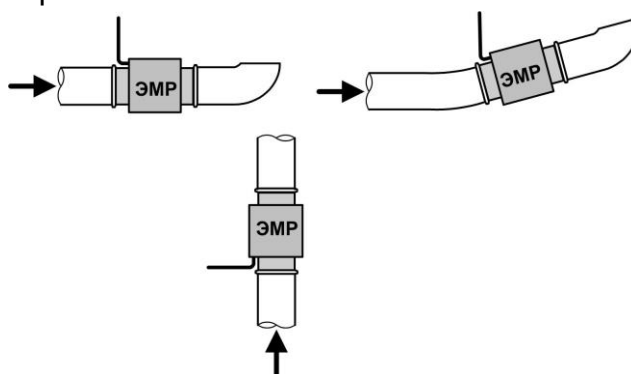

Рис.6. Рекомендуемые места установки ЭМР в трубопроводе.
3.3.1. Расходомер допускается монтировать в горизонтальный, наклонный трубопровод с восходящим потоком и в вертикальный напорный трубопровод (рис.6).